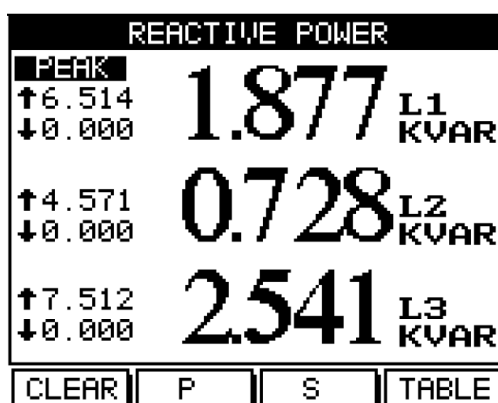

Рис. 5.6
3. Нажмите **Q** («F2»). На дисплее появится экран значений реактивной мощности (рис. 5.6):